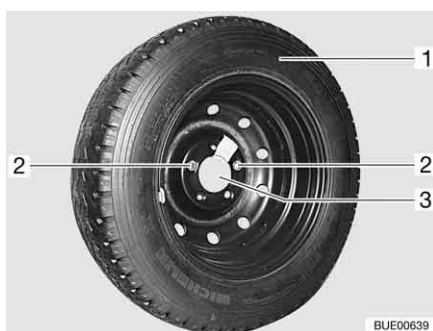

Fig. 312 Supporto per la ruota di scorta nel garage di coda
- Svitare e rimuovere entrambe le viti di fissaggio (Fig. 312,2) con la dotazione attrezzi.
- Rimuovere la ruota di scorta (Fig. 312,1) dal supporto (Fig. 312,3).